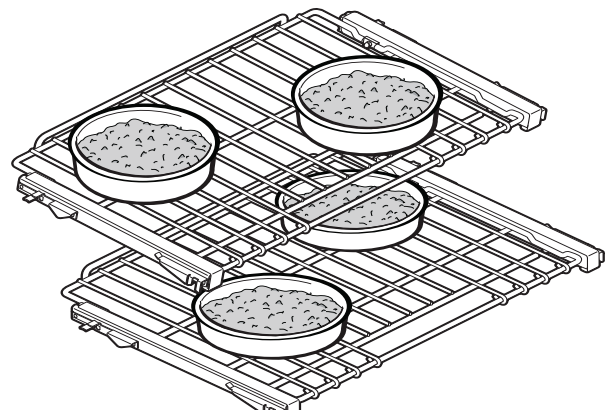
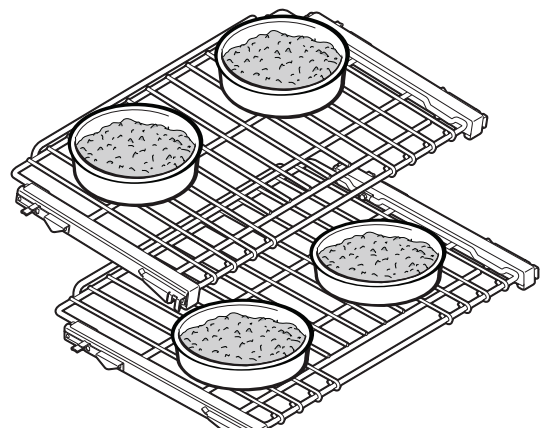

Figure 28 : 36 & 48 po Plat Positionnement
Figure 29 : 30 po Plat Positionnement
- Laissez un espace libre de 1,5 po (38 mm) au-dessus et en dessous de chaque plat. Pour les modèles de four de 36 et 48 pouces, placez les plats de façon à ce qu'ils ne se trouvent pas directement les uns au-dessus des autres, comme sur la *Figure 28*. Pour les modèles de four de 30 pouces, les plats doivent être placés comme sur la *Figure 29*.